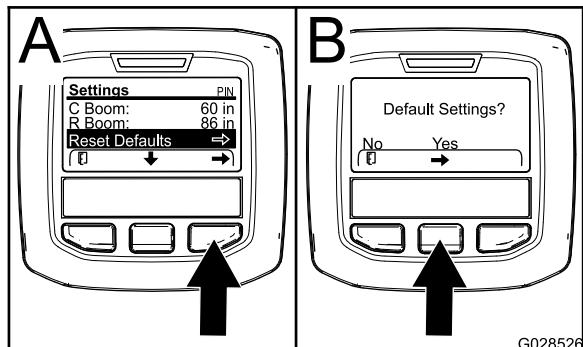

図 75
- 中央ボタンを押して、「デフォルトに戻す」Reset Default ヘスクロールする図 75。
- 「デフォルトに戻す」画面で、左ボタンを押すとNoとなり、右ボタンを押すとYesとなる(図 75)。